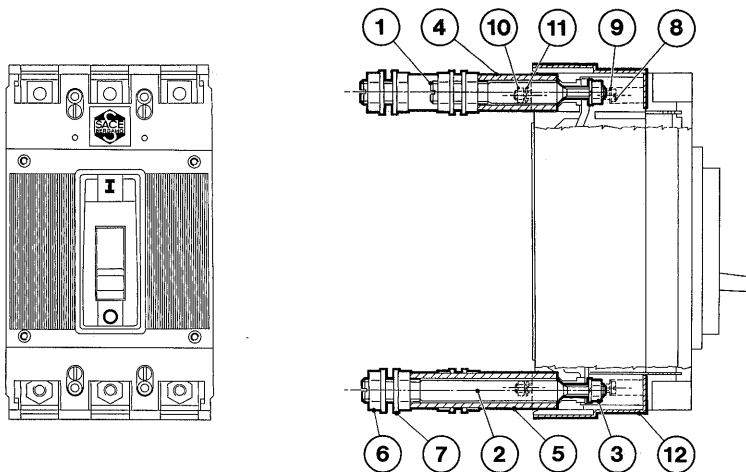

Fig. 7
7.2. Trasformazione dell'interruttore base in interruttore fisso con attacchi posteriori (fig. 7)
- b) avvitare dal retro i gambi laterali (1) e centrali (2) fino a far battuta contro gli attacchi dell'interruttore e bloccarli anteriormente con i dadi (3) usando una chiave a tubo
- c) infilare sui gambi i tubetti isolanti laterali (4) centrali (5)
- d) avvitare i dadi (6) con le rosette (7) sui gambi come indicato in figura
- e) infilare nei loro fori le 4 viti (8) con le rosette piane (9) e posteriormente avvitare i dadi (10) con le rosette (11)
- f) infilare le protezioni (12)